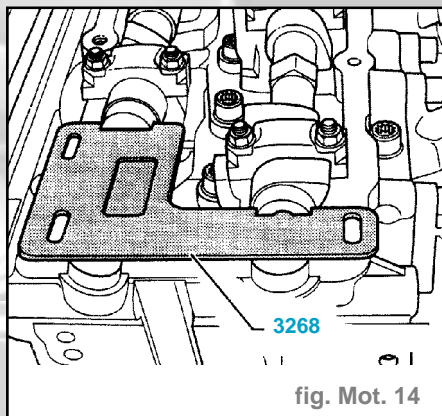

fig. Mot. 14
- la règle pour arbres à cames **3268** doit pouvoir être engagée dans la rainure de l'arbre à cames long et arriver à ras de l'épaule de l'arbre à cames court (fig. Mot. 14).